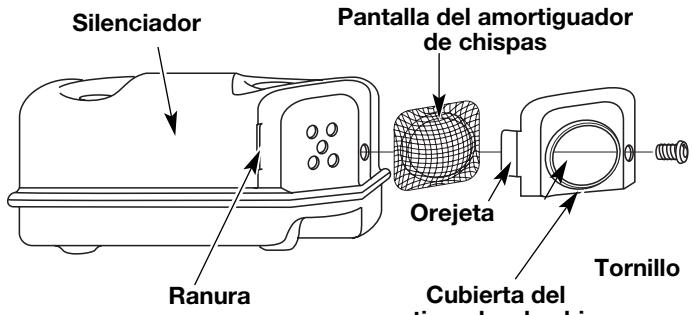

Fig. 24
- Con un destornillador de vástago plano o broca Torx T20, saque el tornillo que conecta la cubierta del amortiguador de chispas al silenciador (Fig. 24).